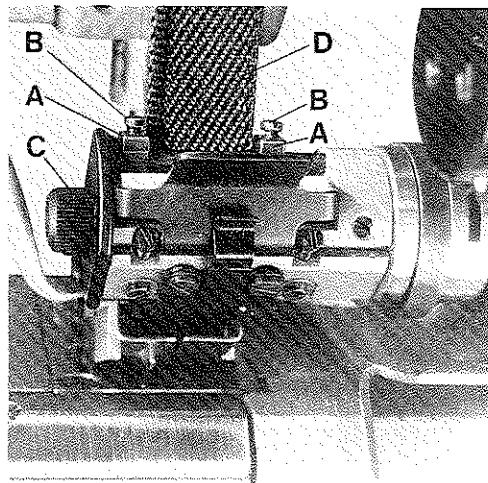

Fig.46
Set the two tape guides (A, Fig. 46) to the width of the cuff and heel tape. Right and left the tape guides should be set equally to the two turned grooves in roller (C). The tape (D) should be guided loosely but without too much lateral play. After loosening screws (B, Fig. 46) the tape guides can be set accordingly. Retighten screws.
Stellen Sie die beiden Bandführungen (A, Fig. 46) auf die Breite des Hosenstoßbandes ein. Rechts und links sollen die Bandführungen gleichmäßig an die beiden Eindrehungen in der Walze (C) gestellt werden. Das Band (D) muß lose, aber ohne großes seitliches Spiel geführt werden. Nach Lösen der Schrauben (B, Fig. 46) können die Bandführungen entsprechend eingestellt werden. Ziehen Sie die Schrauben wieder an.